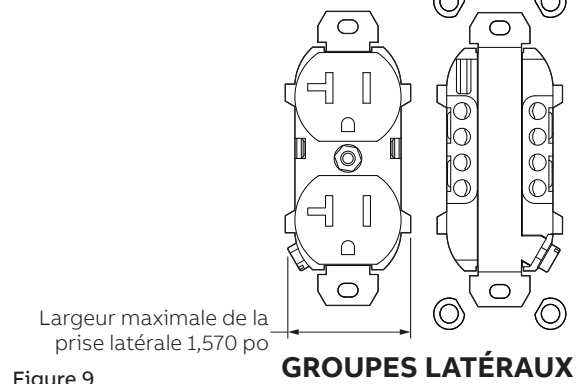

Figure 9
– Utilisez uniquement des prises rectangulaires ou doubles de 20A pour les groupes latéraux. Les prises DDFT NE SONT PAS ADAPTÉES pour les groupes latéraux. Choisir une prise d'une largeur maximale de 1,570 po (40mm) pour insérer dans les groupes latéraux (voir figures 9 et 10).
– Il faut retirer les oreilles sur les côtés des appareils pour les installer correctement. (voir figures 9 et 10).
- 5.2.1 Sélectionnez les appareils électriques à installer et retirez toutes les oreilles latérales de ceux-ci (voir figures 9, 10 et 11).